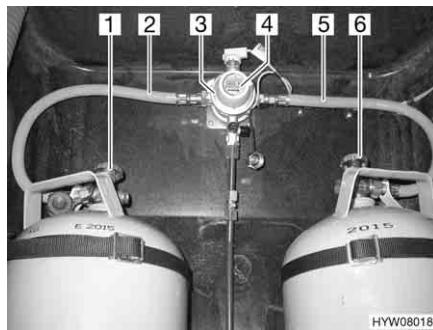
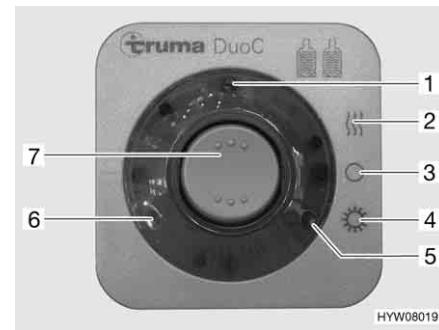

Fig. 71 Impianto di commutazione DuoControl
Fig. 72 Centralina di controllo
L'impianto di commutazione DuoControl è costituito da una valvola di commutazione (Fig. 71,3) e da una centralina di controllo (Fig. 72). La valvola di commutazione è installata tra i tubi del gas (Fig. 71,2 e 5). Con la manopola (Fig. 71,4) sulla valvola di commutazione è possibile stabilire, quale delle bombole del gas viene utilizzata come bombola in uso e quale bombola del gas viene utilizzata come bombola di riserva.
Sulla centralina di controllo (Fig. 72) possono venire azionate solo le funzioni elettriche. Le valvole principali di arresto delle bombole del gas (Fig. 71,1 e 6) devono essere aperti manualmente.
La valvola di commutazione garantisce una pressione del gas costante, indipendentemente da quale bombola provenga l'alimentazione del gas. Le due spie di controllo sulla centralina di controllo indicano il livello di riempimento della bombola in uso. Se è accesa la spia di controllo verde (Fig. 72,6), la bombola in uso è piena. Se è accesa la spia di controllo rossa (Fig. 72,5), la bombola in uso è vuota. Il rifornimento di gas avviene poi tramite la bombola di riserva.
- Aprire le valvole principali di arresto delle bombole del gas (Fig. 71,1 e 6).
- Con la manopola (Fig. 71,4) sulla valvola di commutazione (Fig. 71,3) selezionare la bombola del gas, da cui proviene la principale alimentazione del gas (bombola in uso). Girare la manopola fino all'arresto.
- Sulla centralina di controllo (Fig. 72) attivare l'impianto di commutazione DuoControl. Posizionare l'interruttore a bilico (Fig. 72,7) su funzionamento invernale "On e riscaldamento" (Fig. 72,2) oppure su funzionamento estivo "On" (Fig. 72,4). La valvola di commutazione è ora disareata. La spia di controllo gialla (Fig. 72,1) è accesa, se si seleziona la modalità di funzionamento invernale e l'impianto antighiaccio con regolatore è attivato.
- Portare l'interruttore a bilico (Fig. 72,7) in posizione "O" (Fig. 72,3). La spia gialla di controllo (Fig. 72,1) si spegne.
- Chiudere le valvole principali di arresto delle bombole del gas (Fig. 71,1 e 6).
Le spie di controllo sulla centralina di controllo (Fig. 72,5 e 6) segnalano all'interno del veicolo, se la bombola in uso è pronta al funzionamento.
Se la spia di controllo verde (Fig. 72,6) si spegne durante il funzionamento e la spia di controllo rossa (Fig. 72,5) si accende, significa che la bombola del gas selezionata come bombola in uso è vuota e deve essere sostituita. La bombola di riserva continua ad alimentare le utenze a gas.